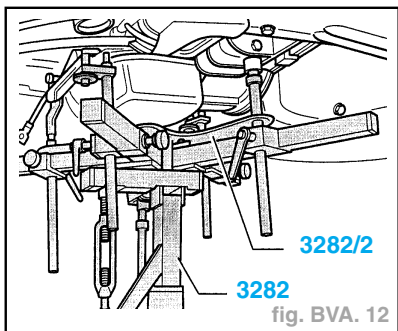

fig. BVA. 12
- Préparer le support de boîte de vitesses **3282**. (fig. BVA. 12)